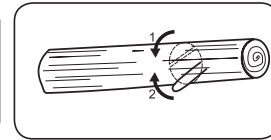

Fig. 12C
3. Pour un tronc supporté dans ses deux extrémités : pratiquez d'abord une coupe depuis le bas jusqu'à 1/3 du diamètre du tronc pour éviter une fissure longitudinale. Ensuite terminez la coupe d'en haut de façon à ce qu'elle rejoigne la première coupe et que vous évitiez de bloquer le guide-chaîne (Fig. 12C).